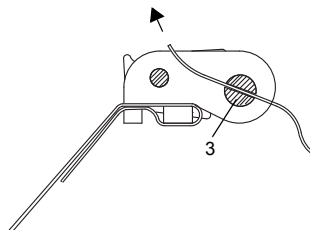

Abb. 9.42: Ratschenschloss mit Spannband
- Schieben Sie das lange Ende des Spannbands durch Teil 3 des Ratschenschlosses (siehe Abb. 9.42).